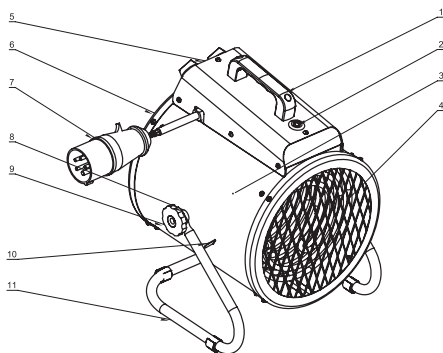

Рис. 2. Устройство прибора
Несущая конструкция теплоventилатора (см. рис.2) состоит из кожухов наружного (3) и внутреннего, изготовленных из листовой стали и имеющих цилиндрическую форму. Во внутреннем кожухе размещены вентилятор и трубчатые электронагревательные элементы. Сверху кожуха расположен корпус блока управления (2). Кожух наружный, закрыт воздухозаборной (3) и воздуховыпускной (4) решетками, винтами устанавливается на подставку (5) и имеет возможность поворота в вертикальной плоскости. Угол поворота фиксируется барашковыми винтами (6). Вентилятор затягивает воздух через отверстия воздухозаборной решетки. Воздушный поток, втянутый вентилятором в корпус, проходя между петлями трубчатых электронагревательных элементов, нагревается и подается в помещение через отверстия воздуховыпускной решетки.
Электронагревательные элементы, после срабатывания устройства аварийного отключения, автоматически не включаются. Для возврата устройства аварийного отключения в рабочее положение необходимо нажать на кнопку сброса аварийного термостата (Рис.2)